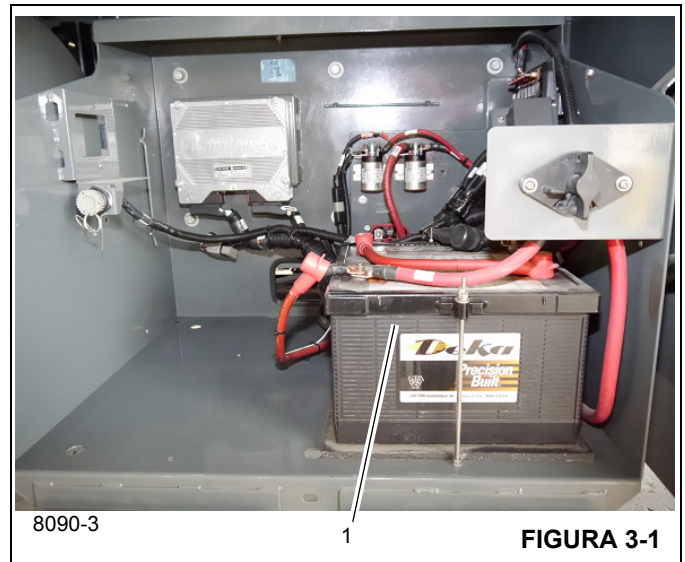

FIGURA 3-1
Las baterías (1) (Figura 3-1) están en una caja en el lado izquierdo de la grúa. Las baterías son del tipo libre de mantenimiento y están completamente selladas, a excepción de un pequeño agujero de ventilación en un costado. El agujero de ventilación permite el escape de una pequeña cantidad de gases que se producen en la batería. En algunas bate-